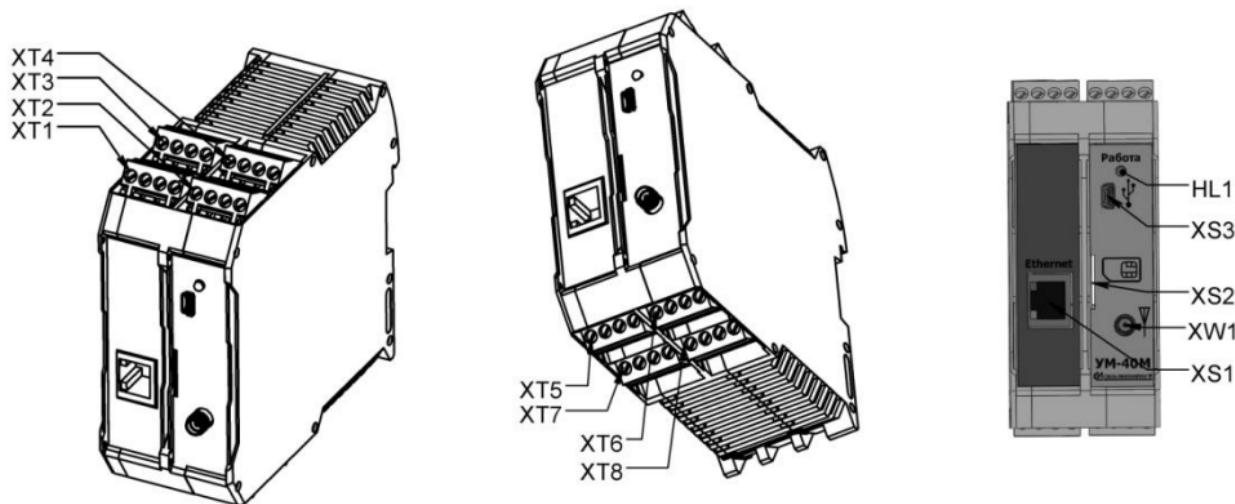

Рисунок 2. Обозначение клеммников
6.5 Подсоедините устройство к сети переменного тока, в соответствии с обозначением и описанием контактов клеммников (см. Рисунок 2 и Таблицу 2). Подключение к сети переменного тока рекомендуется производить проводом ПВЗ сечением 0,5мм² или 0,75мм² через внешний предохранитель или
6.7 Подайте на устройство питание. На передней панели устройства должен мигать светодиод HL1 (см. Рисунок 2), что свидетельствует о готовности устройства к работе.